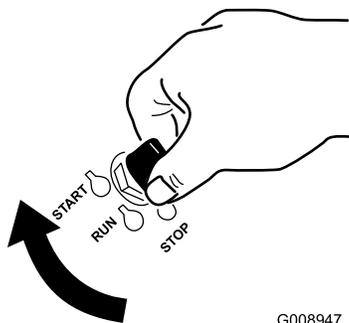

Figura 12
1. Rode a chave da ignição para a posição **START** (Figura 12). Quando o motor arrancar, solte a chave.
6. Rode a chave da ignição para a posição START (Figura 12). Quando o motor arrancar, solte a chave.